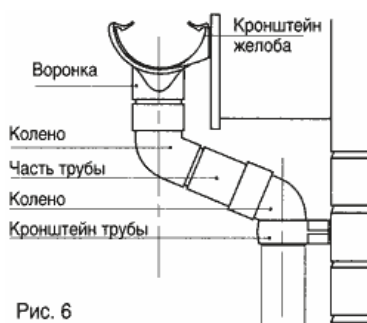

Рис. 6
5. Колено применяется при соединении воронок с **водосточными трубами** (см. рис. 6). При помощи обрезков труб можно достичь необходимого расстояния между сливной трубой и стеной